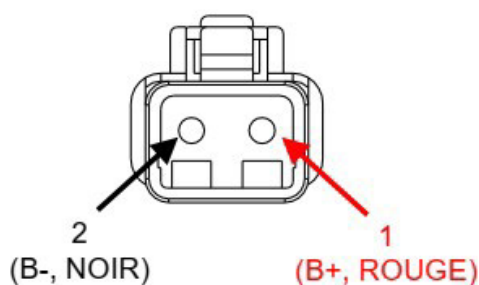

FIGURE 6 – INSTRUCTIONS POUR LE BRANCHEMENT DU CONNECTEUR D'ALIMENTATION 12 VCC À FAIBLE COURANT (AVANT)
- iv. Avant de brancher le CÂBLE 7 au gyroscope, vérifiez que la tension et la polarité sont correctes à l'aide d'un multimètre CC, comme sur la figure 6 ci-après.